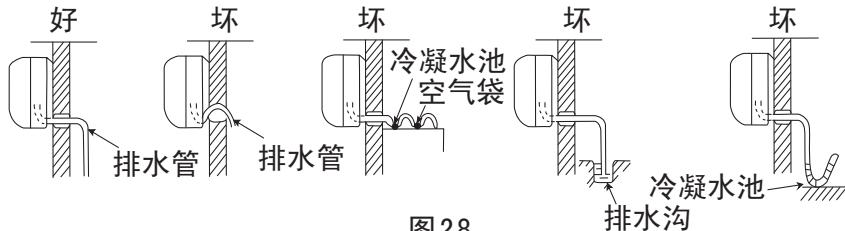

图 28
- 1 用附件 ⑯ 排水管与室内机组的出水管连接起来。
- 2 如要使冷凝水流得舒畅，排水管应倾斜少许，如图28所示。